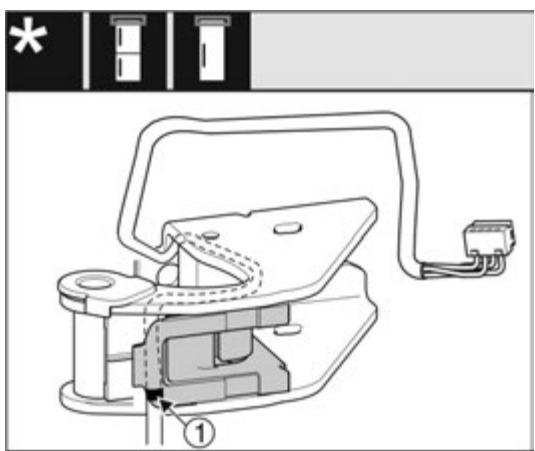

Fig. 28
- ▶ При цьому середнє маркування має знаходитися на краю тримача кабелю Fig. 28 (1).